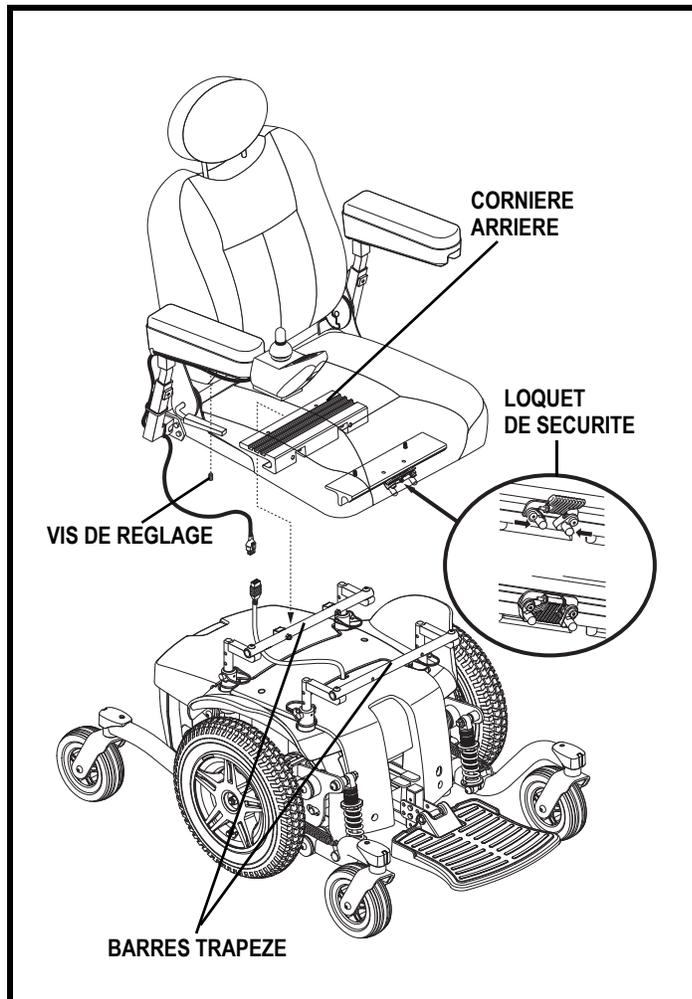

Figure 11. Système de montage universel
Il se peut que vous ayez à installer le siège avant la première utilisation ou après avoir transporté votre fauteuil motorisé. La plupart des sièges sont fixés à la base à l'aide du «Système de Montage Universel» (SMU). Le système de montage universel (SMU) est composé de pièces compatibles au siège à dossier moyen ou à dossier haut sans égard à la largeur ou à la profondeur du siège. Les deux pièces principales sont des cornières d'aluminium montées sur la base du siège. Celles-ci se fixent sur la paire de barres trapèze fixées sur la base motorisée. **Voir la figure 11.**
1. Inclinez le siège vers l'arrière et glissez la cornière arrière sur la barre trapèze arrière. **Voir la figure 11.**
4. Installez le contrôleur sur l'un des accoudoirs. **Voir la figure 11.**
15. Relevez l'accoudoir à la verticale et passez le câble du contrôleur en prenant soin d'éviter que celui-ci ne puisse être pincé par la charnière du siège. **Voir la figure 11.**
7. Relevez l'accoudoir à la verticale et passez le câble du contrôleur en prenant soin d'éviter que celui-ci ne puisse être pincé par la charnière du siège. **Voir la figure 11.**